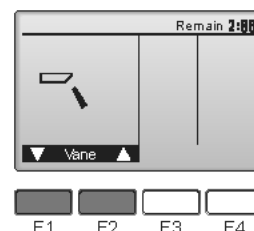

Fig. 8-4
- ② Druk op de toets [SELECTEREN] om het scherm voor waaiarinstelling (Vane) weer te geven en druk op de functietoets [F1] en [F2] om de automatische waaiarinstelling te controleren. (Fig. 8-4)